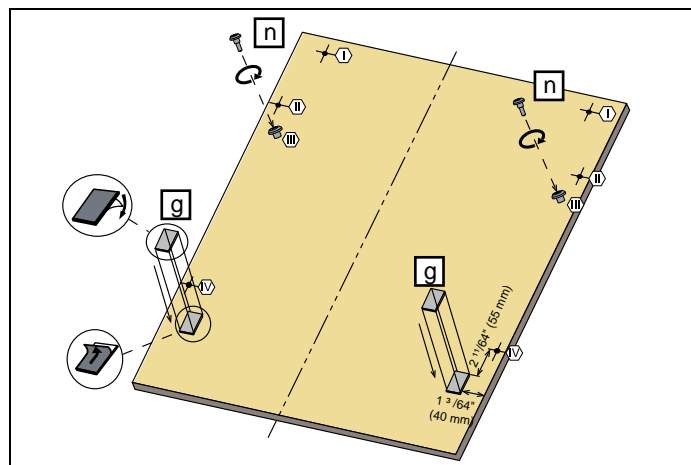

Fig. 25
- 3) Como se muestra en Fig. 25 , se instalan los tornillos \varnothing 5/32" x 27/32" (4 mm x 21,5 mm) en las posiciones III.
- 4) Como se muestra en Fig. 25 , los listones de fijación de madera para puertas se instalan en las posiciones indicadas en la figura.